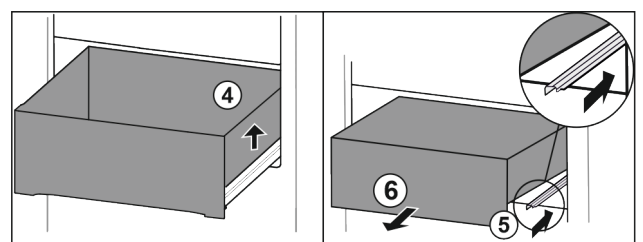

Fig. 69
- ▶ Sollevare il cassetto a destra. Fig. 69 (4)
- ▶ Inserire la guida destra. Fig. 69 (5)
- Rimuovere il cassetto tirandolo in avanti. Fig. 69 (6)